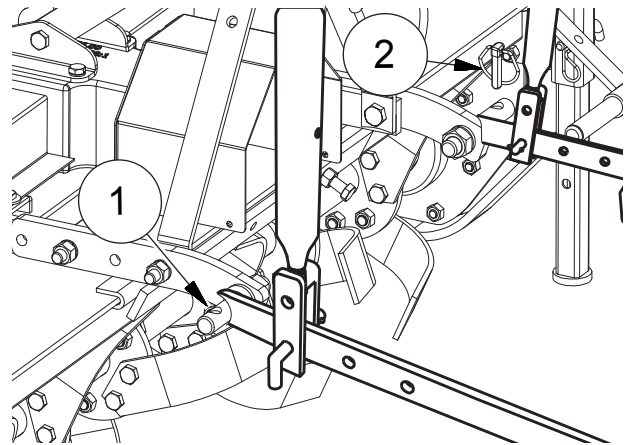

FIG. 13
- Approcher les barres du relevage aux attelages inférieurs ("Fig. 13"). Insérer les axes d'attelage 1). Bloquer les axes avec les goupilles à dé clic (2) fournies en équipement.